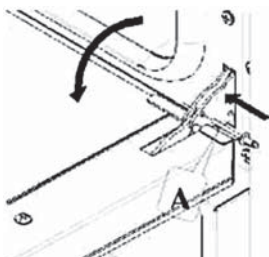

Fig. 6
- introduceți dopurile furnizate în găurile „A” de pe balamale (Fig. 6);